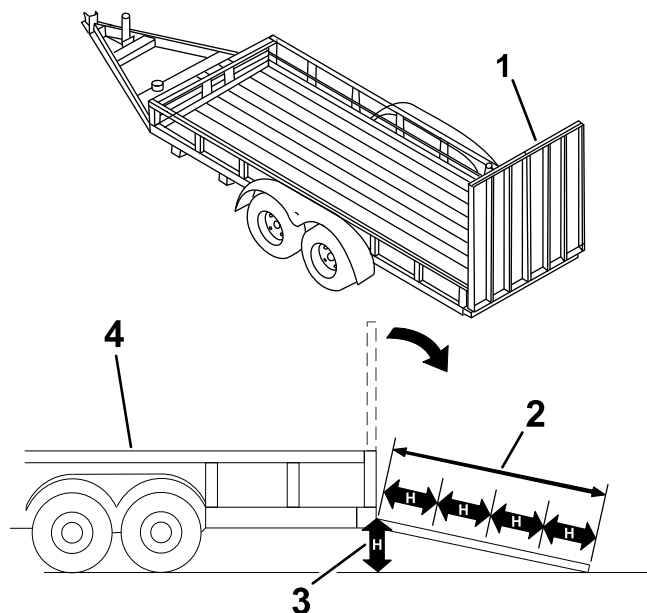

図 30
マシンをトレーラなどに搭載する作業は、機体を転倒させる危険をはらんでおり、万一そのような事故が起こると死亡事故など重大な人身事故となる図 30。
3. ランプ板を下ろす 図 30。